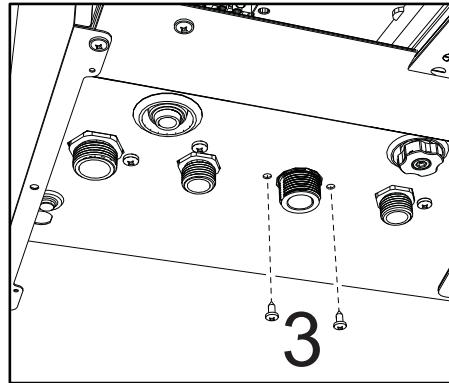

fig. 59
- Svitare le viti "3" (fig. 59)